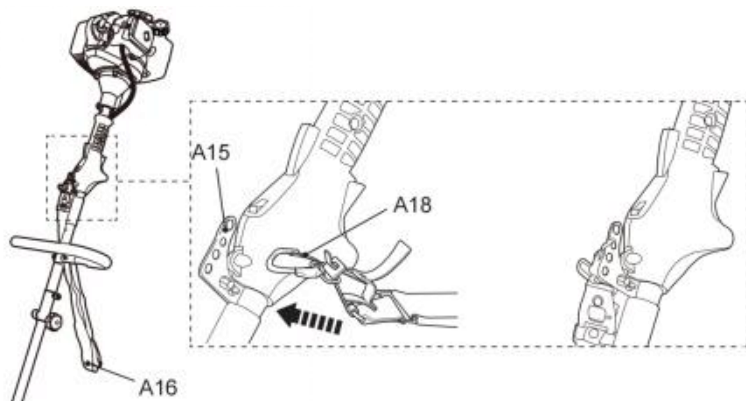

Fig. 32
1. Conecte el clip de seguridad (A18) a uno de los cuatro bucles (A15) (Fig. 32).